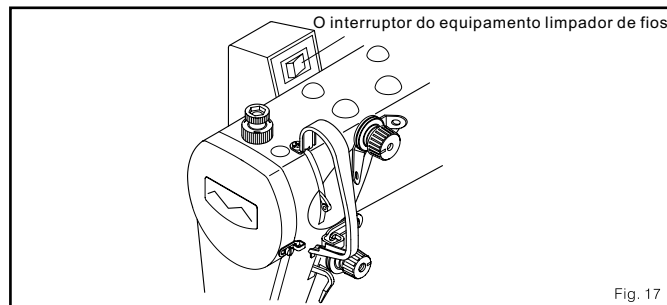

Fig. 17
- (1) por favor não solta o parafuso fixo do carretel eletromagnético ou equipamento do limpador de de fios.
- (2) coloca o interruptor do equipamento limpador de fios dentro fora quando não usar isto. (Fig. 17)